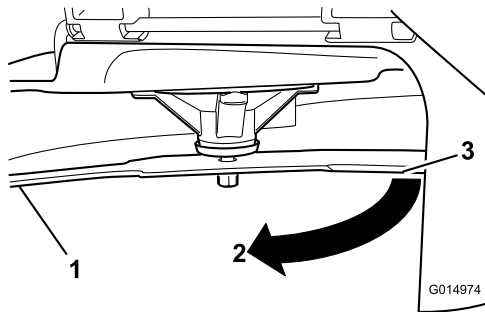

Bild 58
3. Zweiter zwischen Messer und Oberfläche (B) gemessener Abstand
4. Drehen Sie dasselbe Messer um 180 Grad, sodass die andere Schnittkante jetzt in derselben Stellung ist (**Bild 58**).